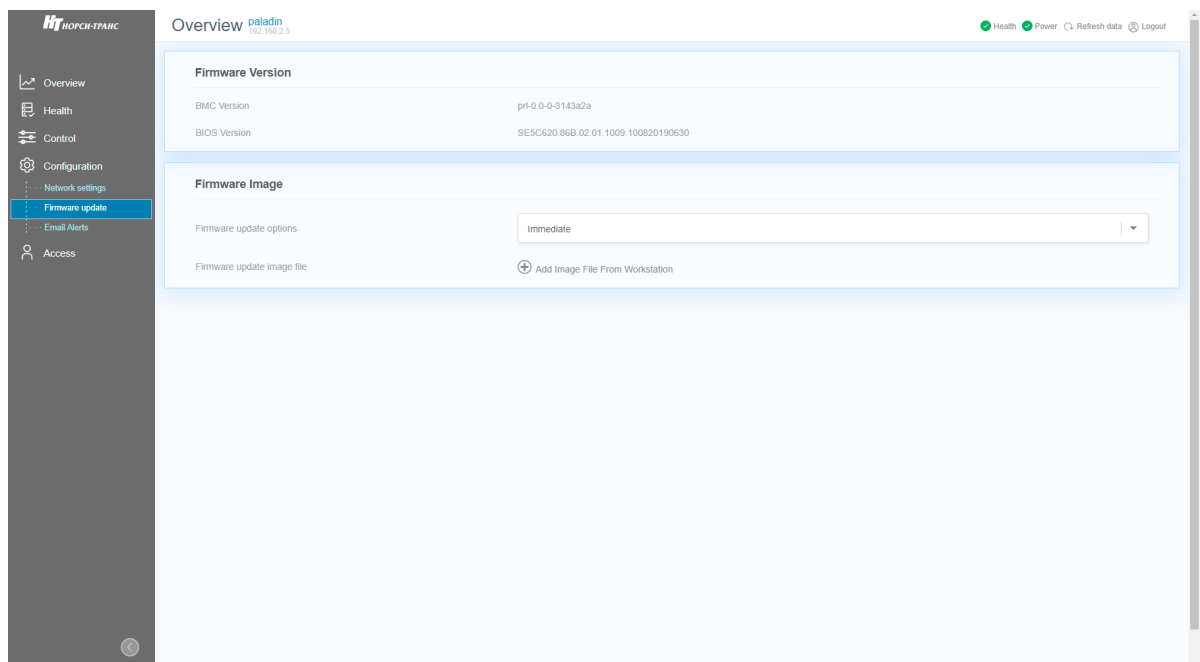

Рис. 75. Меню Firmware update
- 2) Пройдите во вкладку «Configuration» → «Firmware update». Окно показано на рис. 75 Меню Firmware update